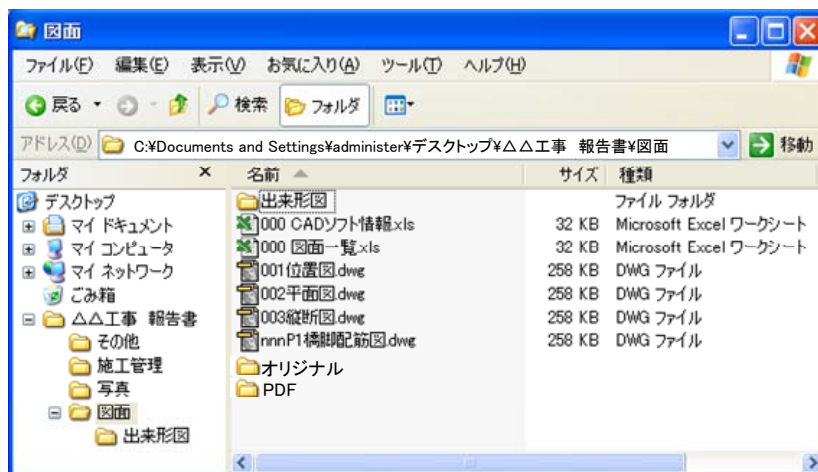

図 2-8 図面フォルダのイメージ（パソコンの画面例）
(4) 図面フォルダへの格納
- 図面フォルダの構成は表 2-7 に示す。サブフォルダは「オリジナル」「PDF」「出来形図」とする。パソコン画面上的格納状態の例を図 2-8 に示す。